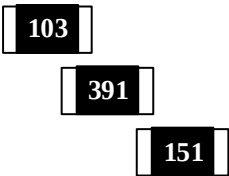

图 1 E-24 系列电阻示例
E-24 系列电阻用 3 位数字或代码表示，如图 1 所示。
a) 大于 10 欧姆的电阻：XYZ，其中 XY 为 E-24 系列的系数，Z 代表对应的指数部分，电阻值表示为 $XY * 10^Z$ 。如图 1 所示的电阻带有 103 字样，XY 为 10，Z 为 3，故电阻阻值为 $10 * 10^3 = 10k\Omega$ 。